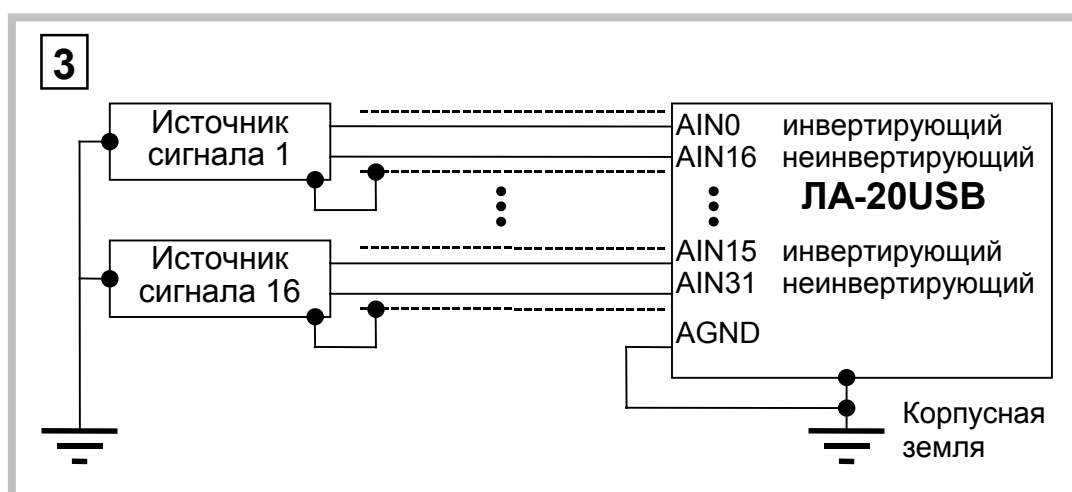

Рис. 7. 9
7.2.2.8.5 Четвёртый вариант включения (Рис. 7. 6) используется для удалённых однополюсных источников, не имеющих связи с корпусной землёй. При этом используются преимущество дифференциального включения платы - эффективное подавление синфазных помех.